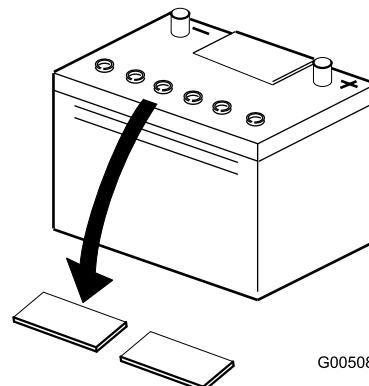

図 6
2. バッテリーの上部をきれいに拭い、キャップを取り外す図 6。